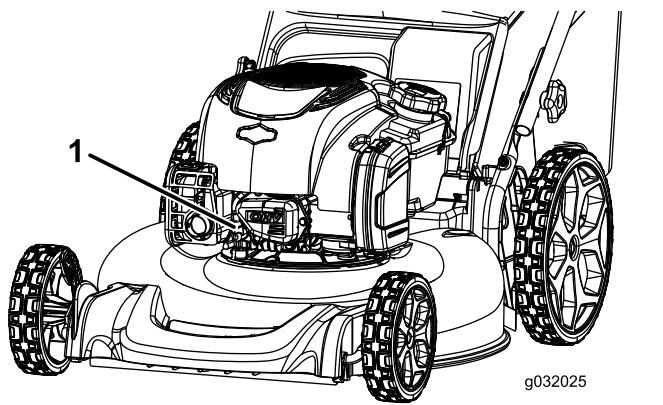

Figure 18
- Débranchez le fil de la bougie (Figure 18).